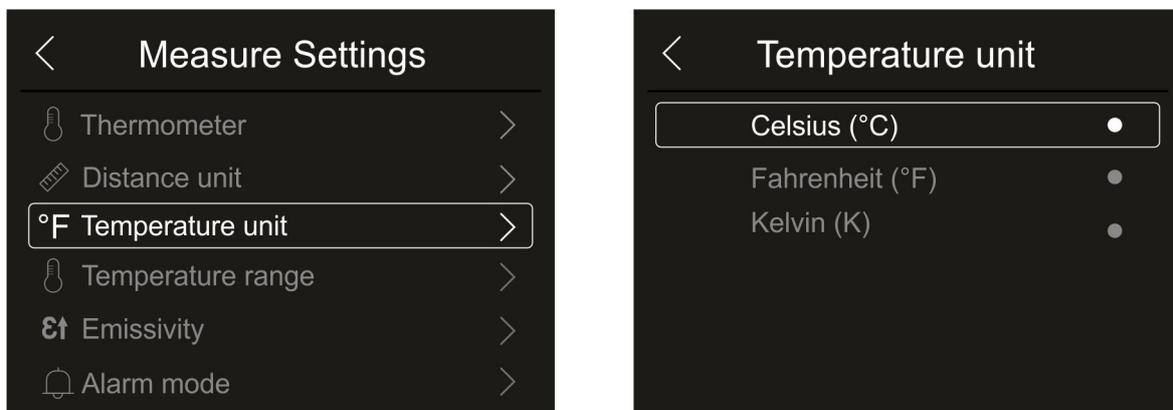

Fig. 25: Menu de configuração da unidade de medição de temperatura
1. Clique em “Temperature unit” para definir a unidade de medição de temperatura. Fig. 25 - o lado direito é exibido: